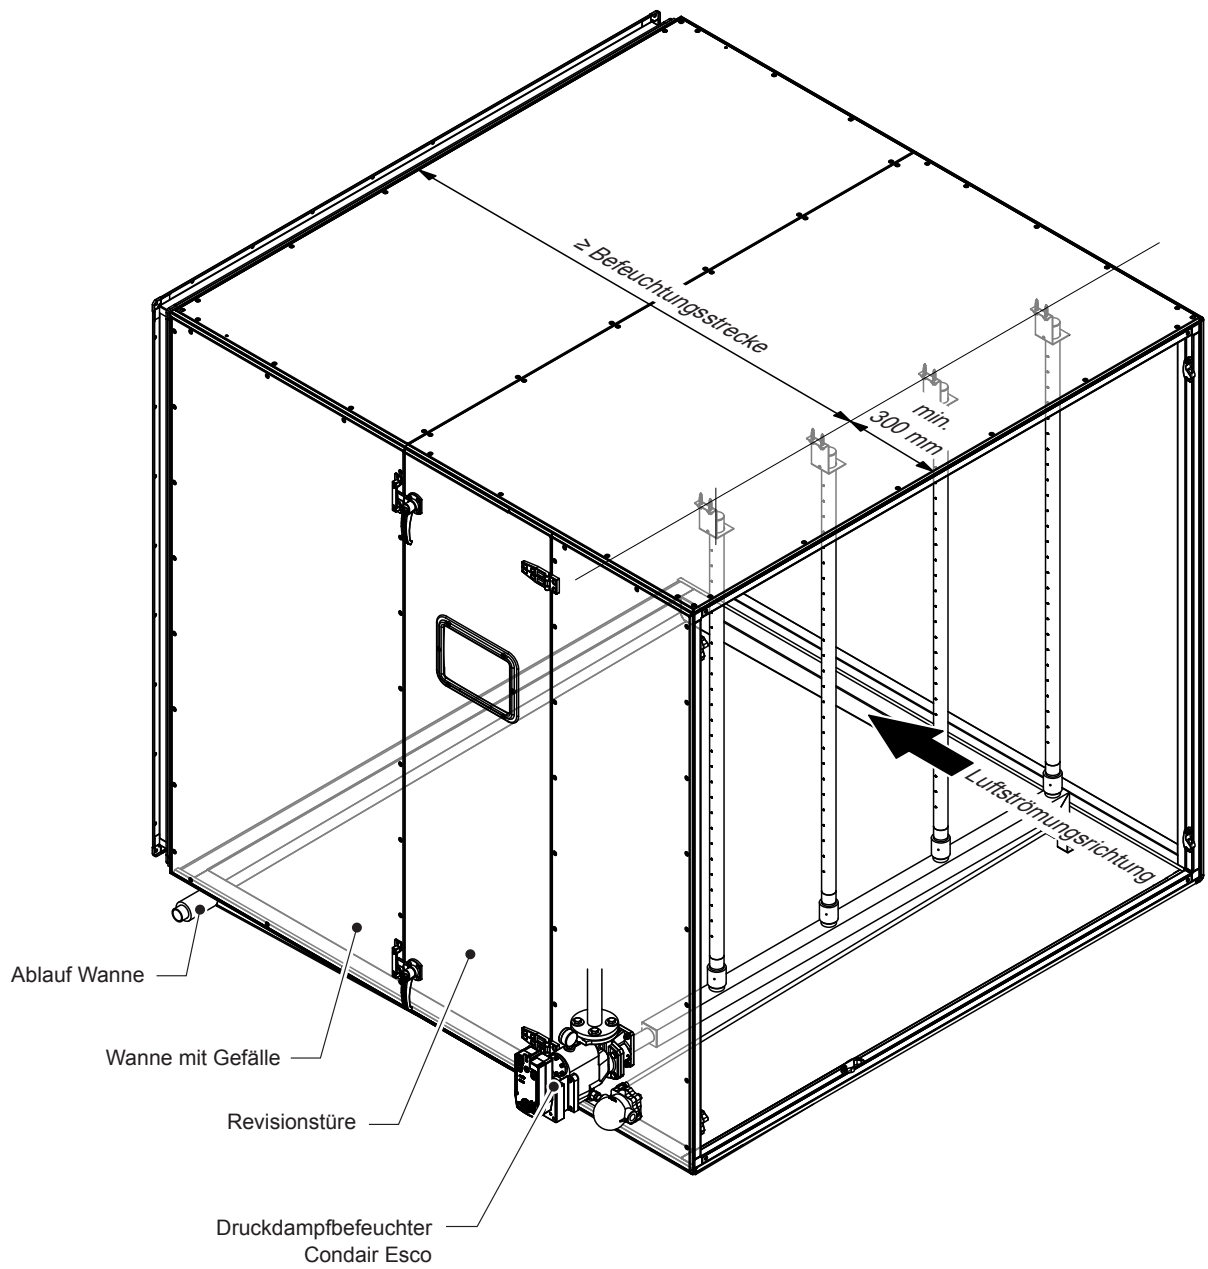

Abb. 28: Kanal/Lüftungsgert DR73 / Abstand zu vor- und nachgeschalteten Hindernissen
- Abstand zu vorgeschalteten Hindernissen beim DR73 mindestens 300 mm (siehe Abb. 28).